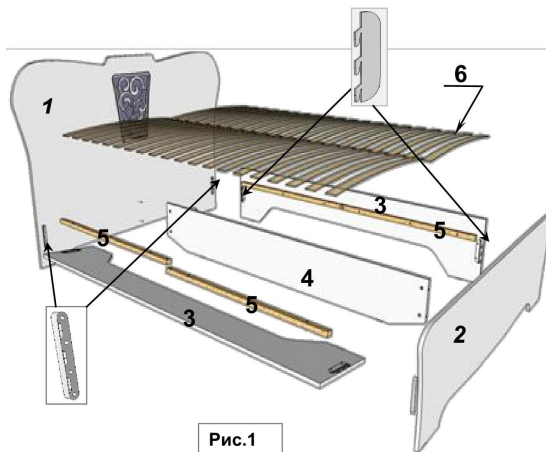
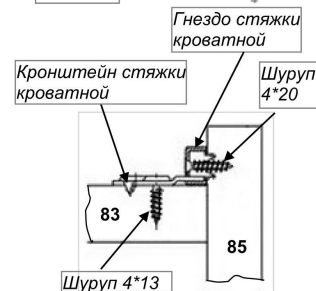

Рис.1
Рис.2
- Шпиль кронштейна стяжки кроватной вставьте в отверстия на внутренней стороне спинки ножной (поз.2), спинки головной (поз.1) как показано на рис. 1 и закрепите их на шурупы 4*13 (смотри рис. 2).
- На царги (поз.3) установите гнездо стяжки кроватной на шурупы 4*20 (смотри схему сборки и рис.2) по имеющимся наколкам.